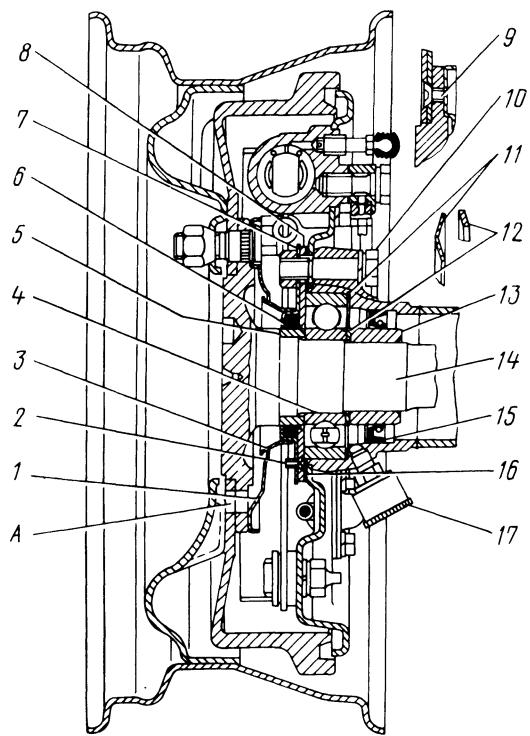
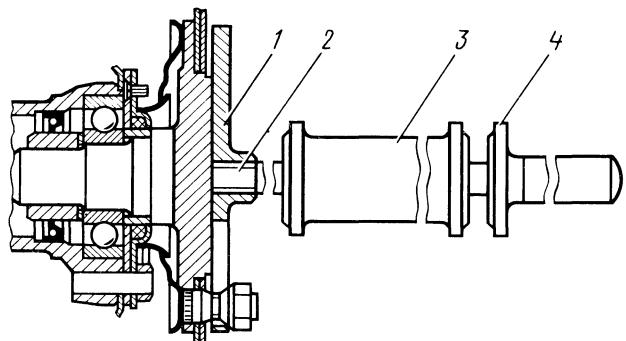

Рис. 119. Крепление колеса к полуоси:
Рис. 121. Выпрессовка полуоси съемником 7823-6091:
Крепление заднего колеса к полуоси показано на рис. 119. Подшипники полуосей — открытые, с установленной на кожухе полуоси колпачковой масленкой 17.
Обслуживание заднего моста заключается в периодической проверке уровня масла в картере моста, доливке и смене его согласно карте смазки, очистке от грязи сапуна 7 (см. рис. 118), подтягивании гайки 17 ведущей шестерни, болтов разъема и болтов крепления тормозов, проверке и восстановлении зазоров в подшипниках колес и главной передаче, очистке отверстия А (см. рис. 119), смазывании подшипников через масленку 17. После смазывания колпачок навернуть до совпадения его торца (со стороны резьбы) за подшипник.
3. Отвернуть четыре болта 10 (см. рис. 119) и закрепить фланец 1 (рис. 121) приспособления 7823-6091 на фланце полуоси гайками крепления колеса. Во фланец 1 ввернуть шпильку 2 с бойком и ручкой от съемника 7823-6090. Придерживая съемник за ручку 4, ударами бойка 3 выпрессовать полуось. При значительном износе барабанов затруднение при вынимании полуосей происходит из-за задевания тормозных колодок. В этом случае надо поступать так, как указано в разделе „Ремонт тормозов”.
Выпрессовать ось сателлитов, вынуть сателлиты с шайбами, а затем полуосевые шестерни. Осмотреть полуось в сборе; измерить зазор в подшипнике, как указано выше; проверить щупом нет ли зазора между запорным кольцом 13 подшипника (см. рис. 119) и шайбой 12, а если есть — допрессовать кольцо; при необходимости разобрать полуось.
Втулку 5 (см. рис. 119), по которой работает войлочный сальник, спрессовывать, как правило, не следует.